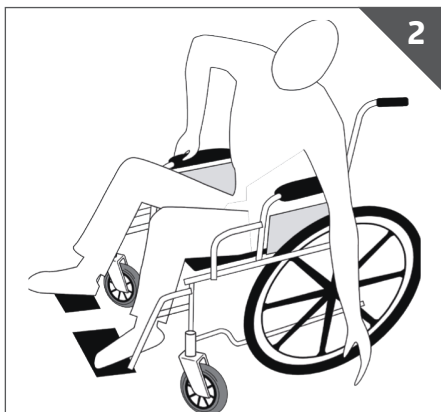

Fig. 2
- Avant de se pencher sur le côté, positionner les roulettes de manière à assurer la plus grande stabilité latérale (Fig. 2).